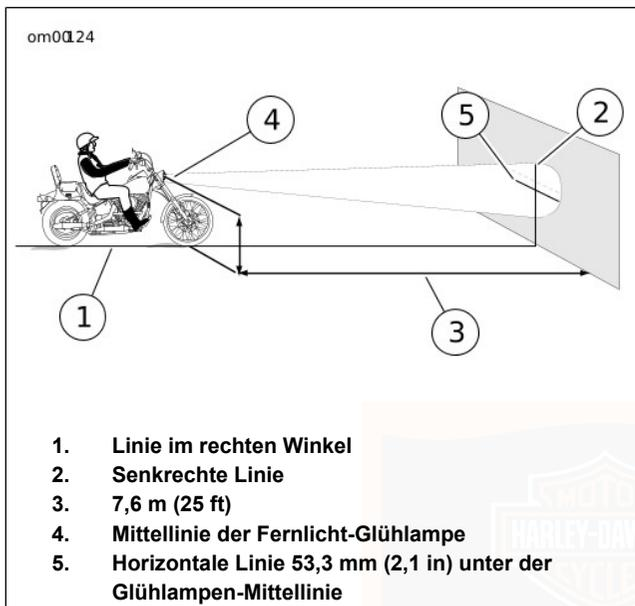
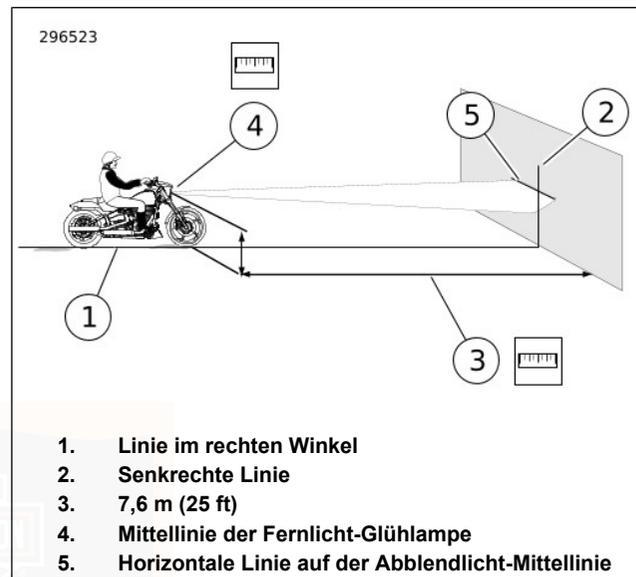

Abbildung 58. Scheinwerferausrichtung
Abbildung 59. LED-Scheinwerferausrichtung
Siehe Abbildung 58. Am besten einen Bereich mit schwacher Beleuchtung auswählen.
7. Bei beladenem und aufrechtem Fahrzeug das Vorderrad gerade nach vorne auf die Wand richten. Den Abstand (4) vom Boden zur Mitte der Fernlicht-Glühlampe messen.
8. **Alle Modelle außer FXSE:** Siehe Abbildung 58. Den Scheinwerferschalter bei eingeschalteter Zündung auf **Fernlicht** stellen.
- a. Eine horizontale Linie (5) durch die gemessene, vertikale Linie der Abblendlicht-Streuscheibe auf der Wand anzeichnen.
9. **FXSE:** Siehe Abbildung 59. Den Scheinwerferschalter bei eingeschalteter Zündung auf **Abblendlicht** stellen.
- a. Eine horizontale Linie (5) durch die vertikale Linie auf der Wand anzeichnen, die 53,3 mm (2.1 in) unter der gemessenen Glühlampen-Mittellinie liegt.